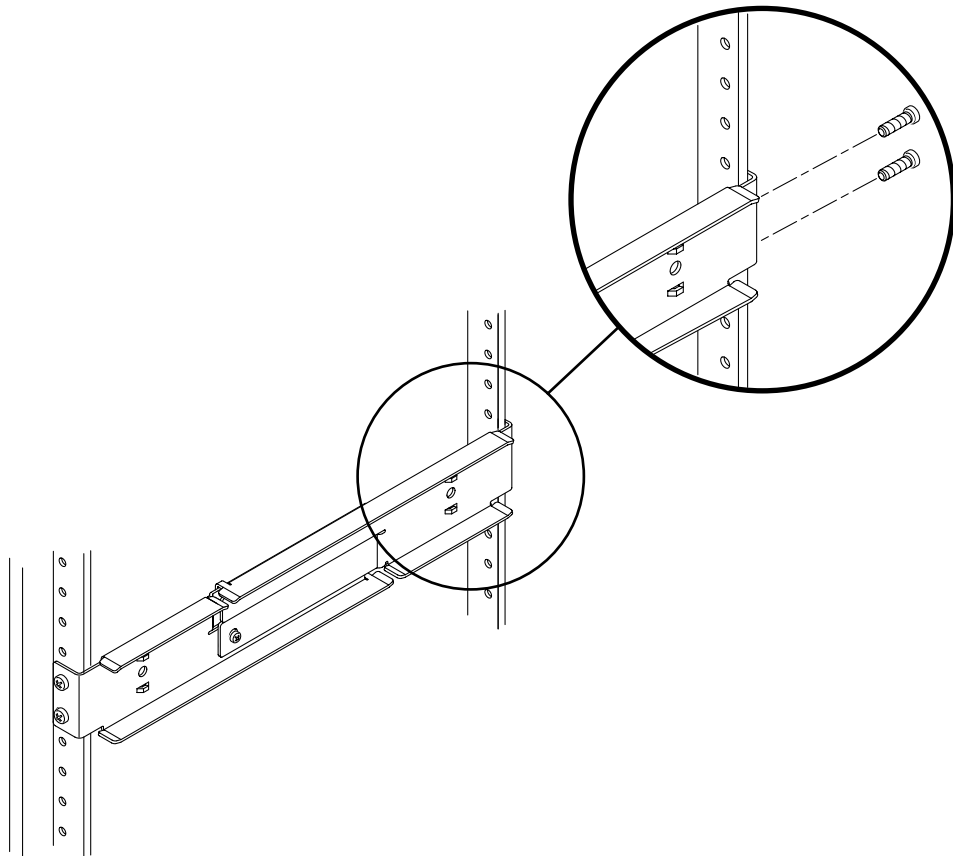

ABBILDUNG 3-17 Befestigen der Rückseite der verstellbaren Schienen am Rack
- 4. Befestigen Sie die Rückseite der verstellbaren Schienen mit zwei Schrauben an der Rückseite des Racks (ABBILDUNG 3-17).**